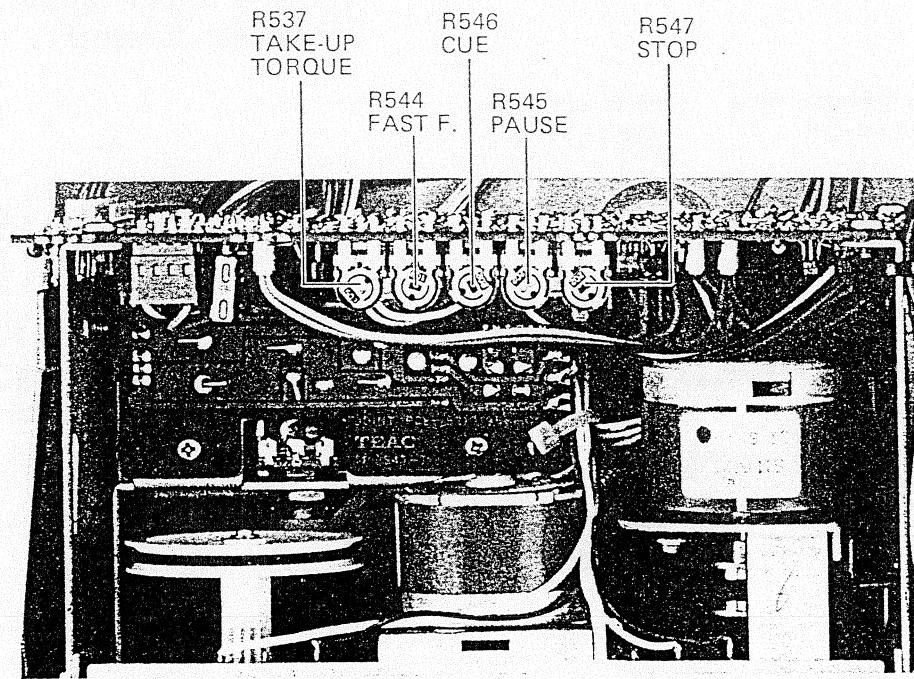

Fig. 5-3
- With the deck in STOP mode, adjust the trim pot R547 (Fig. 5-3) so that the head base comes to the lowest position.
- ストップ・モード時に、ヘッド・ベースが最も下にくるように半固定抵抗R547(図5-3)を調整する。
- Run the deck in the F.F. (fast forward) or REW (rewind) mode and adjust the trim pot R544 (Fig. 5-3) so that the following two conditions are obtained.
Make sure cue signal is developed when the FF or REW button is pushed with the PAUSE mode set. If the cue signal is not developed or the level is excessively low, adjust the trim pot R546 (Fig. 5-3).
- F.F. (早送り) または RWD (早巻戻し) モード中に下記の状態が得られるように半固定抵抗 R544 (図5-3) を調整する。
ポーズ・モードにして FF ボタンまたは REW ボタンを押した時にキュー信号が出るかどうか確認する。キュー信号が出ないかまたは信号レベルが極端に低い場合は、半固定抵抗 R546 (図5-3) を調整する。
- If the take-up torque is out of the limits, adjust the trim pot R537 (refer to Fig. 5-3).
- もしティクアップ・トルクが規定値から外れている場合は、半固定抵抗R537（図5-3参照）を調整する。